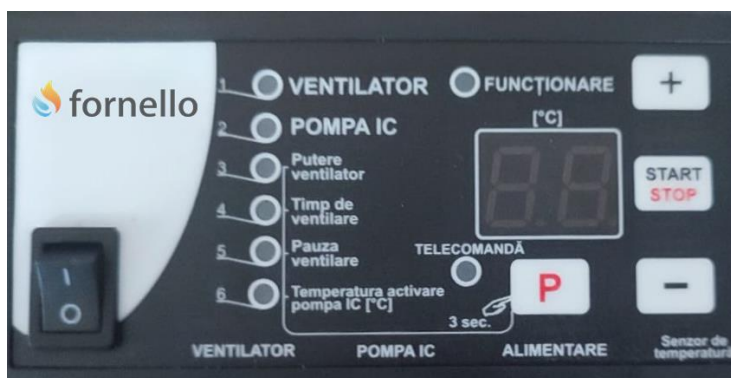

Figura 3 – Aspectul panoului frontal al controlerului
8.2 Aspectul unității de automatizare este prezentat în Figura 3.